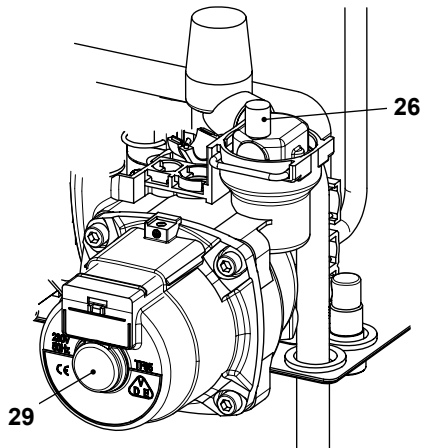

Figura 6.3
- Sollevare il tappo della valvola di sfiato automatica 26 in Figura 6.3.
- Togliere il tappo 29 in Figura 6.3 e sbloccare la pompa ruotando il rotore con un cacciavite.